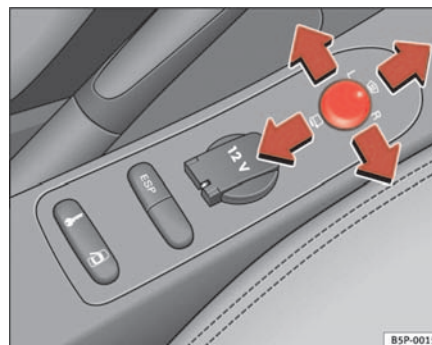

Abb. 89 Drehknopf für Außenspiegeleinstellung
1. Drehen Sie den Drehknopf ⇒ Abb. 89 in Stellung **L (linker Außenspiegel)**.
- Drehen Sie den Drehknopf nach vorne auf die mittlere Stellung ⇒ Seite 130, Abb. 89 , damit die Heizung der Außenspiegel und die Funktion der beheizbaren Windschutzscheibe* im Bereich der Ruhestellung der Wischerblätter eingeschaltet wird ⇒ Seite 125.
- Drehen Sie den Drehknopf ⇒ Seite 130, Abb. 89 in Stellung , um die Außenspiegel anzuklappen. Sie sollten die Außenspiegel immer anklappen, wenn Sie eine automatische Waschanlage durchfahren, um Beschädigungen zu vermeiden.